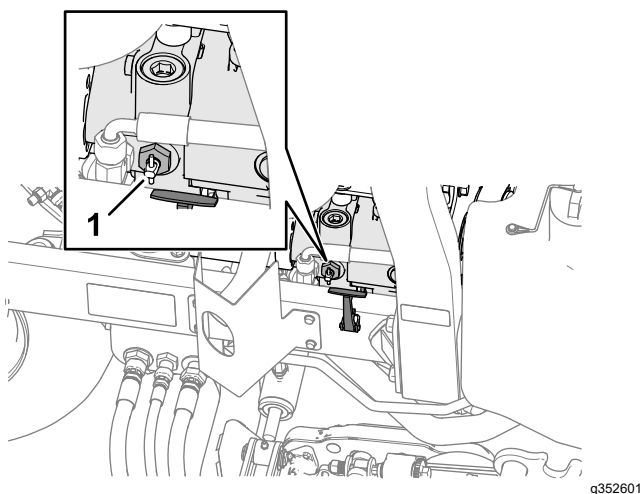

Figure 48
2. Près du verrou du capot droit, tournez la poignée de vanne de dérivation sur la pompe à 90° (Figure 48).